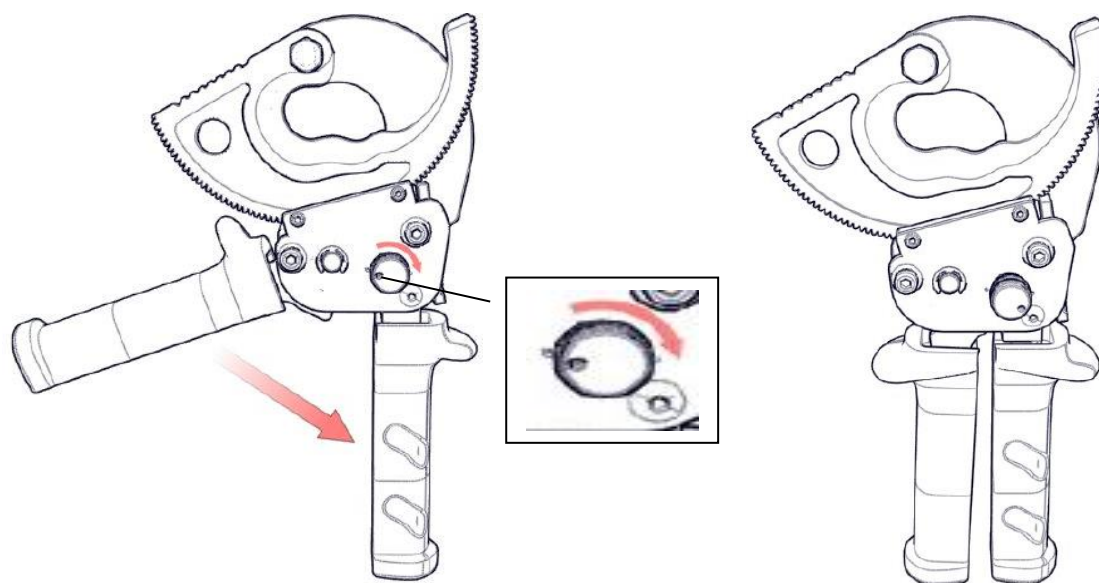

Figura 4: Volver a la posición original
- ◆ Después de la operación, pon el mango movable y la cuchilla movable a la posición original, como la figura 4.: